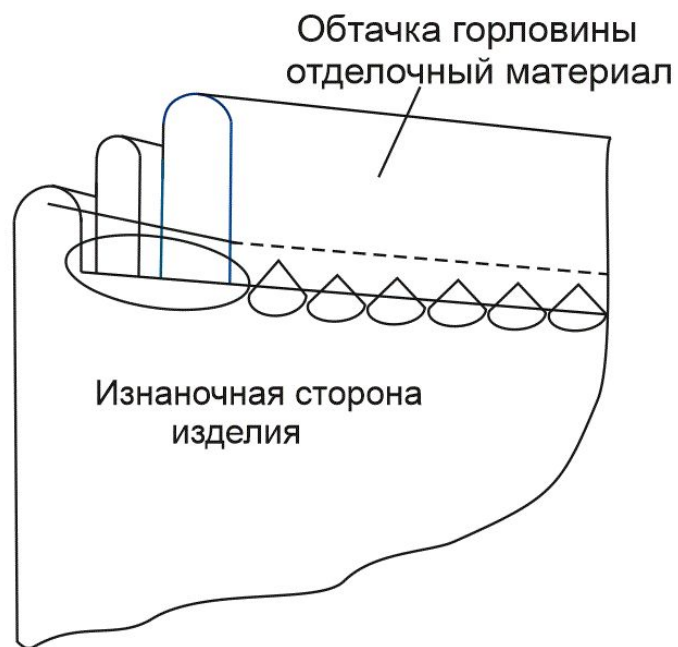

Рис. 2
8. Обработайте срез горловины обтачками, срезы шва обметайте (рис.2). (уложите обтачки - одну на другую на лицевую сторону блузы, совместив срезы со срезом горловины, приметайте, а затем притачайте их к изделию шириной шва 7 мм).